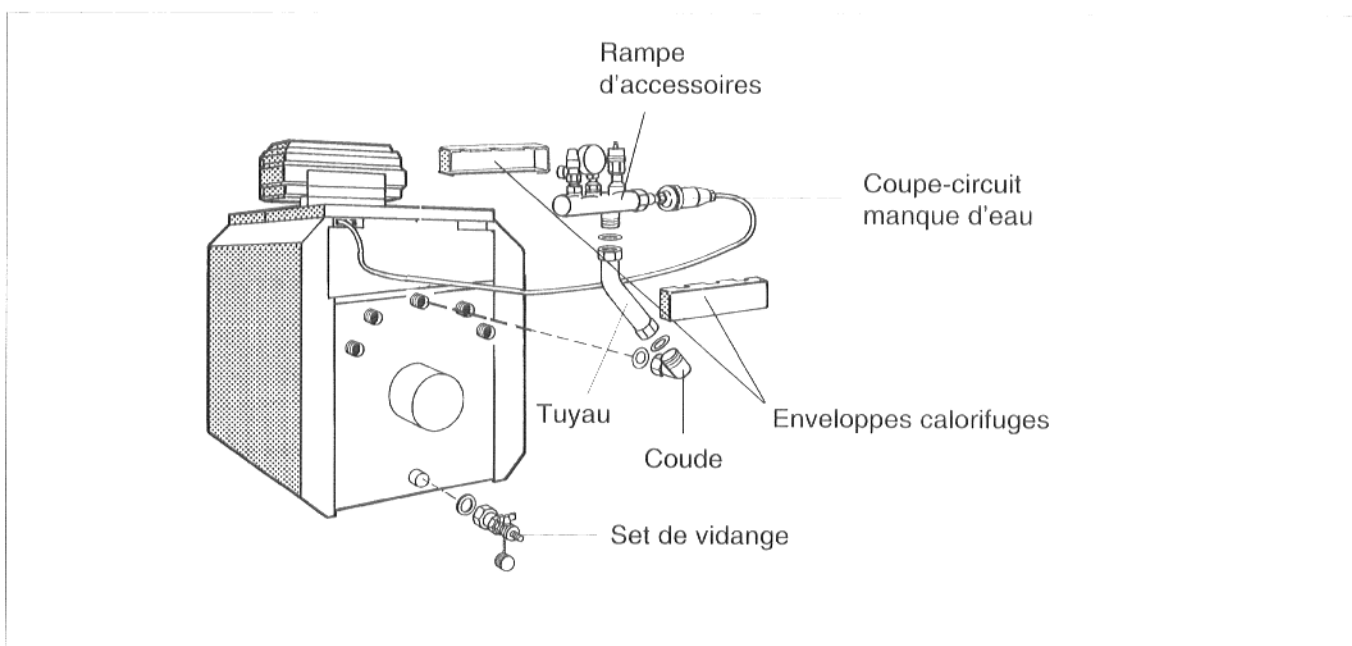

Fig. 2 Set de sécurité chaudière KSS pour chaudière S115, montage à droite
2. Vers le haut, côté droit de la chaudière (fig. 2).